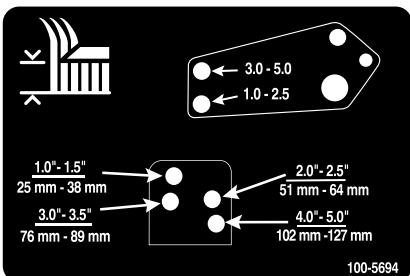

Figura 23
10. Alinhe os orifícios do elemento de ligação do amortecedor com os orifícios da altura de corte desejada na estrutura da plataforma do cortador e monte os respetivos pinos de segurança e contrapinos tipo grampo (Figura 23).